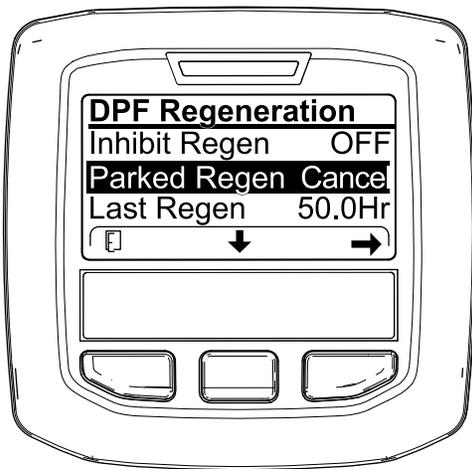
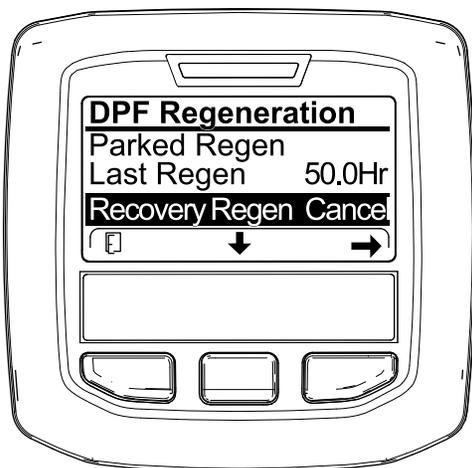

Figura 69
Figura 70
- Acceda al menú DPF Regeneration (Regeneración de DPF) (Figura 69).
2. Pulse el botón central para desplazarse hacia abajo, hasta la opción PARKED REGEN CANCEL (Cancelación de regeneración con máquina aparcada) (Figura 69) o la opción RECOVERY REGEN CANCEL (Cancelación de regeneración de recuperación) (Figura 70).
3. Pulse el botón derecho para seleccionar la opción Regen Cancel (Cancelación de regeneración) (Figura 69 o Figura 70).